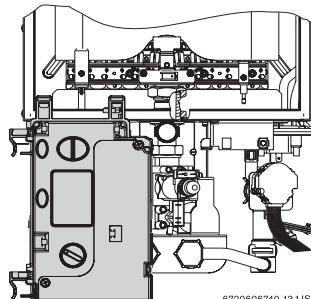

Bild 2 Steuerungskasten – Gaseinstellposition
- Wenn der Steuerungskasten herausgezogen wurde, den Kasten, wie in Bild 2.